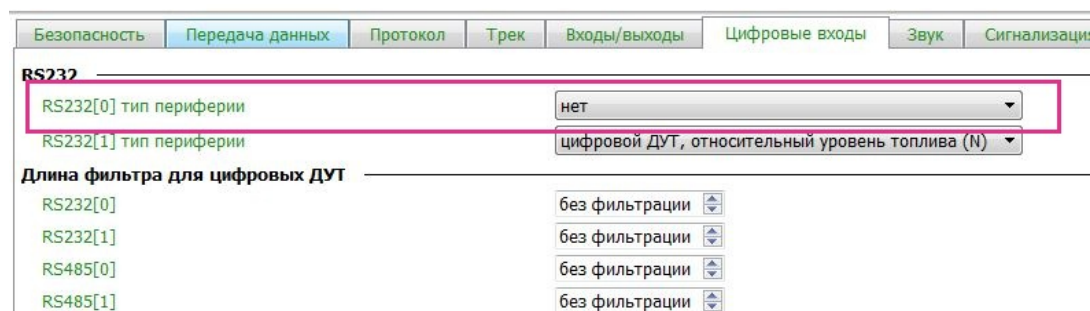

Рис. 9
8. Выберите тип периферии RS232[] - «НЕТ» того порта, который используется тахографом (Рис. 9);